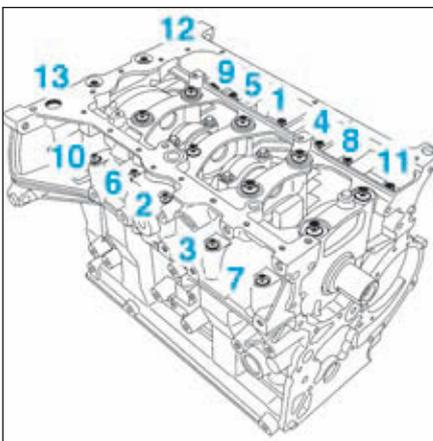

FIG.65
- Reposer les vis extérieures du carter de chapeau de palier de vilebrequin en respectant l'ordre suivant et le couple de serrage prescrit (Fig.65).